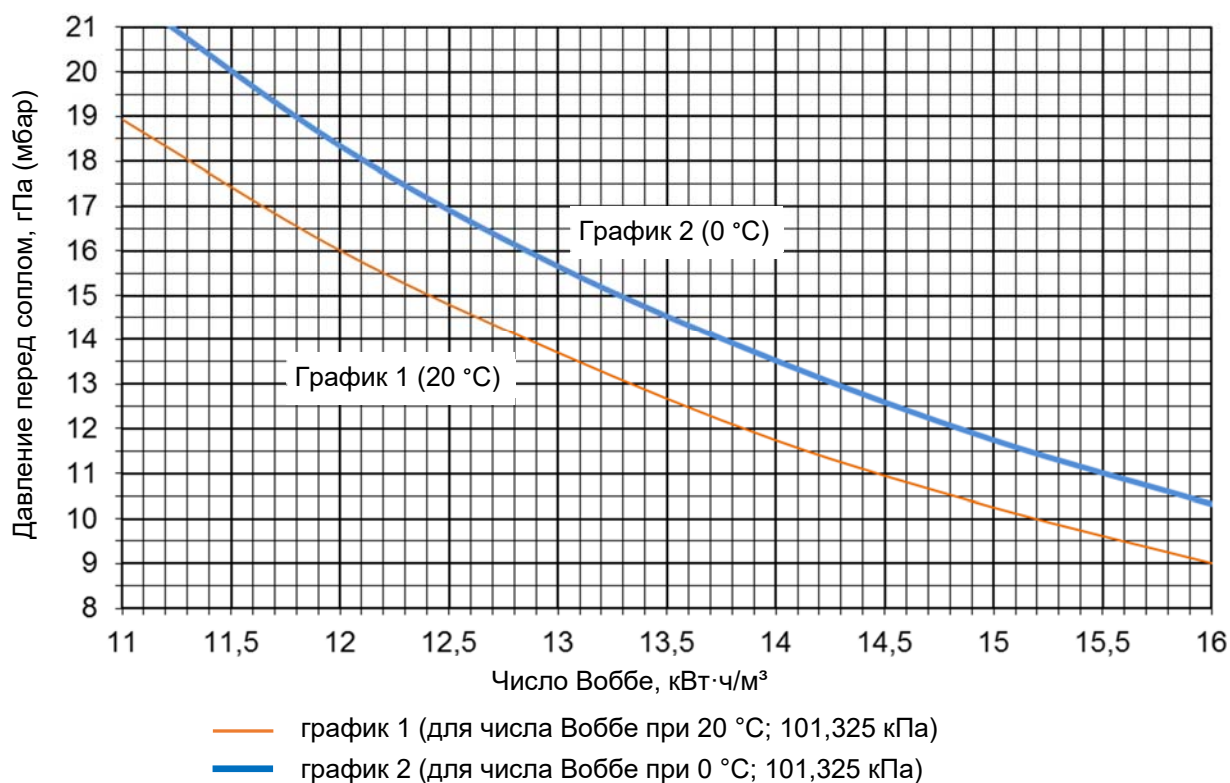

Рисунок 4.2.2 Определение давления газа перед соплом
1) - давление газа на входе в сопло указано для природного газа с низшей теплотой сгорания газа  $H_i=8572$  ккал/м3 (9,97 кВт·ч/м3), устанавливается согласно графику (рис. 4.2.2), в зависимости от числа Воббе используемого природного газа (информацию необходимо получить у местной газораспределительной организации).
***\* Для достижения номинальной тепловой мощности излучателя необходимо давление газа на входе в сопло установить согласно графику (рисунок 4.2.2), в зависимости от числа Воббе используемого природного газа (информацию о числе Воббе необходимо получить у местной газораспределительной организации).***